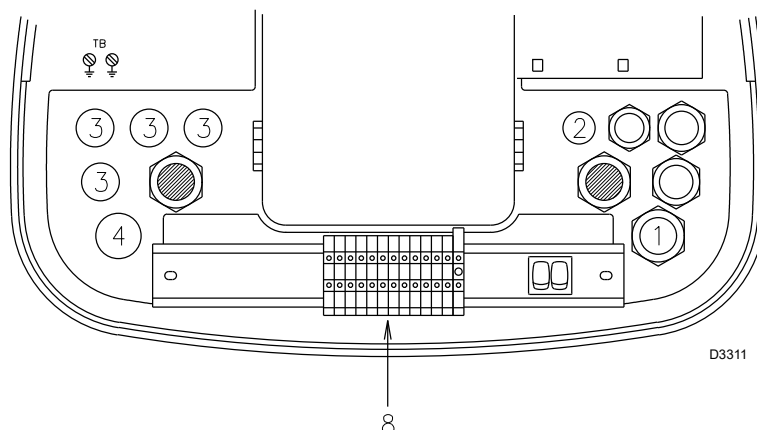

Fig. 14
Todos los cables que deben conectarse a la caja de bornes (8) del quemador (Fig. 14) deben pasar por el pasacables en dotación. Los pasacables y los orificios predispuestos pueden ser utilizados en diferentes modos.